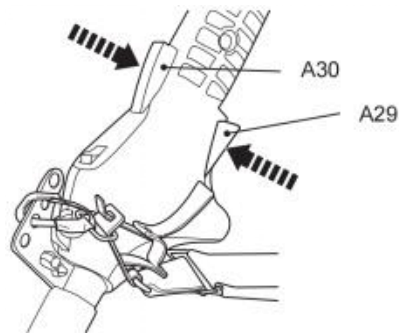

Fig. 41
8. Druk de gashendelvergrendeling (A30) en de gashendeltrekker (A29) in om het product te bedienen (Afb. 41).